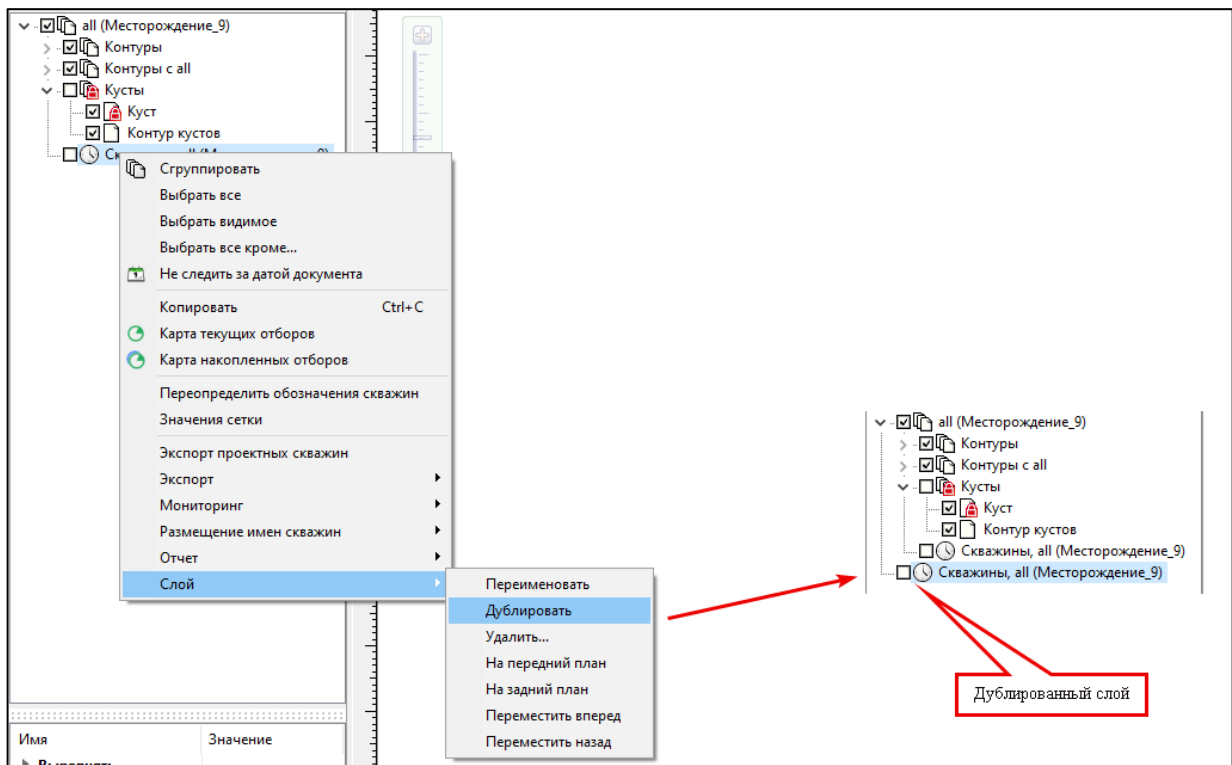

Рис. 28 – Дублирование слоя
- **Дублирование слоя** – эта функция предназначена для дублирования выбранного слоя в дереве навигатора. Выбор данной функции осуществляется через контекстное меню слоя (правая кнопка мыши), затем – *Слой/Дублировать* (рис. 28).